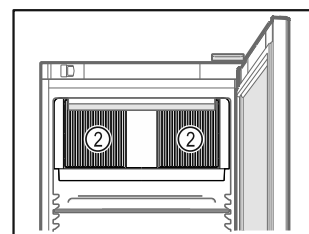

Fig. 48
- ☐ Lüftungsschlitze *Fig. 48 (2)* des Umluftgebläses im Innenraum freihalten.